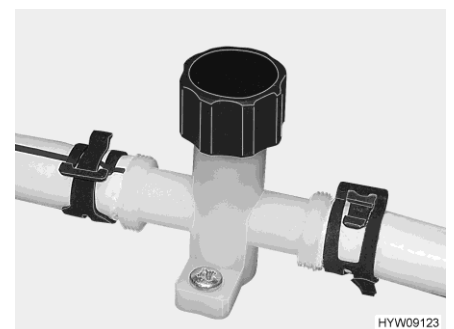

Fig. 90 Robinet de vidange (conduite d'eau)
- Fermer les robinets de vidange. Tourner pour cela le capuchon du robinet de vidange (Fig. 90) dans le sens des aiguilles d'une montre.